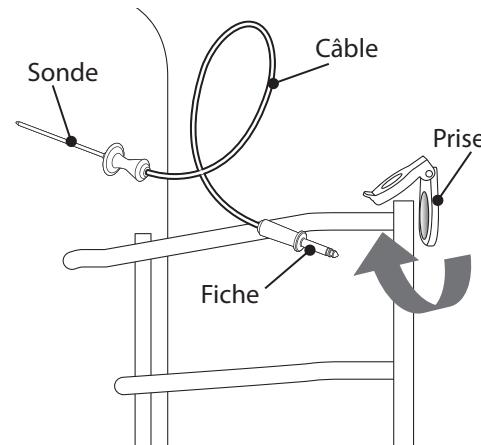

Figure 28 : Sonde thermique
1. Dans le four principal, ou dans le petit four sur certains modèles, basculez l'interrupteur de la prise de la sonde vers le haut (*Figure 28*).